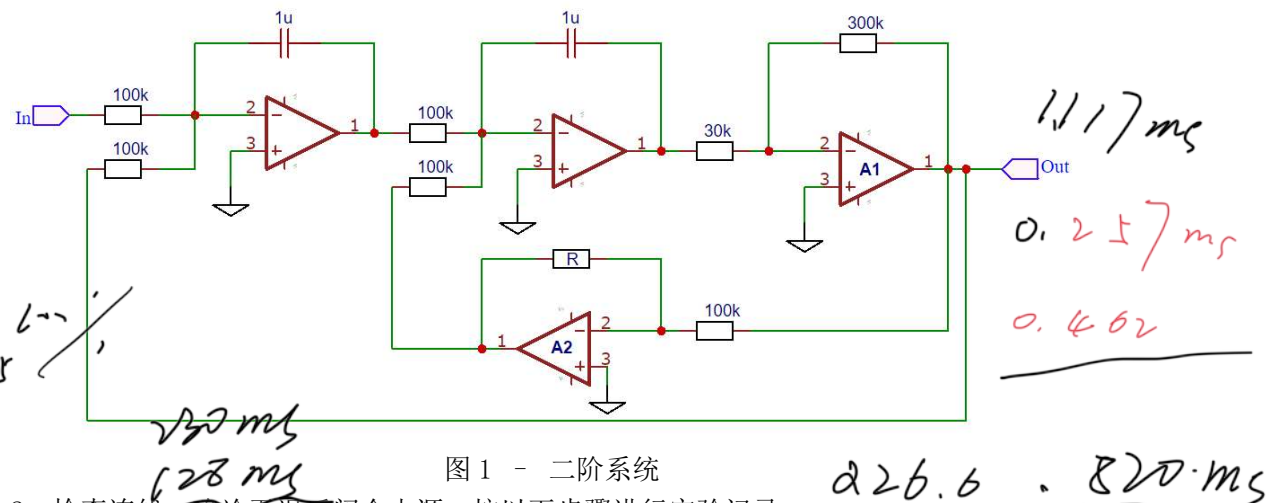

图 1 - 二阶系统
1、断开电源，按图 1 的模拟电路组成二阶系统（自行选择放大器）。